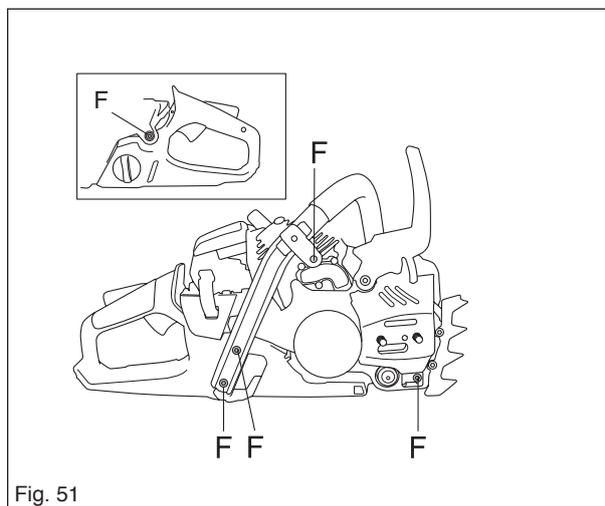

Fig. 51
4. Afloje los tornillos F (fig. 51).
5. Apriete los tornillos F (fig. 51).